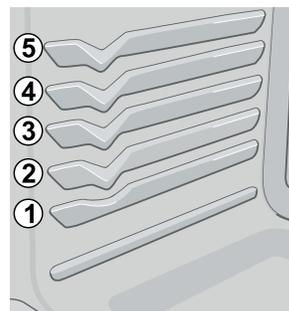
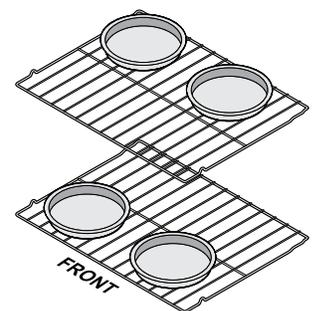

Figure 1
Figure 2
- Pour obtenir les meilleurs résultats, lorsque vous cuisinez des gâteaux sur 2 grilles, placez ces dernières aux positions 2 et 4 (Fig. 1) et positionnez les ustensiles comme indiqué à la figure 2. Laissez au minimum 2 pouces (5 cm) d'espace entre les ustensiles pour permettre la circulation d'air.
La cuisson à convection utilise les éléments chauffants et le ventilateur pour faire circuler la chaleur uniformément et sans interruption dans le four (Figure 1).